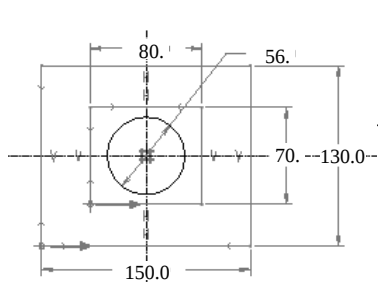
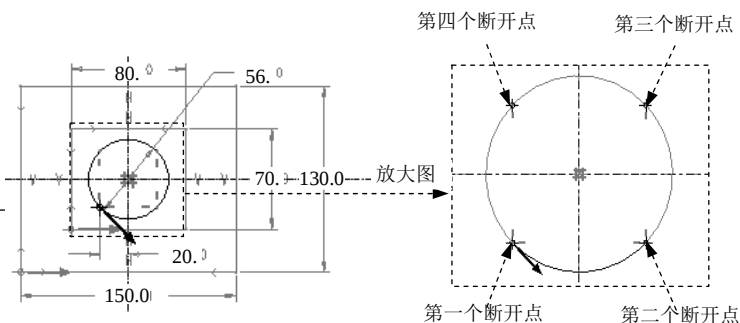

图 3.24.8 截面图形
图 3.24.9 截面图形分成四个图元
注意: 混合特征中的各个截面的起点应该如图 3.24.8 所示靠近, 且方向相同 (同为顺时针或逆时针方向), 否则会生成如图 3.24.9 所示的扭曲形状
(2) 绘制并标注草绘截面, 如图 3.24.8 所示。
(1) 单击“分割”按钮
(2) 分别在图 3.24.9 所示的四个位置选择四个点。
(3) 绘制两条中心线, 对四个点进行对称约束, 修改、调整第一个点的尺寸。